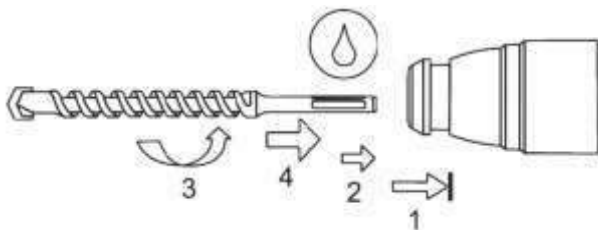

Рис. 2
Смена насадок (См. Рис. 2).
- Нажмите на подвижную крышку патрона перфоратора, отведите ее назад (См. Рис.2).